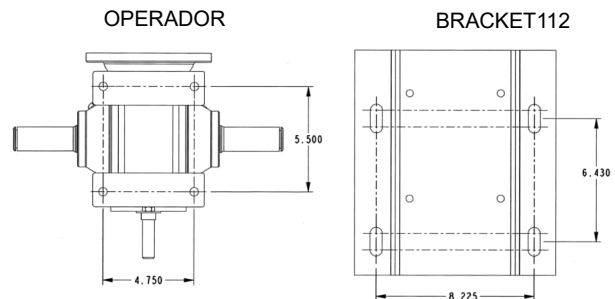

Figura 7 - Orificios de montaje
2. Localizar los 4 orificios de montaje como se muestra en la Figura 7.